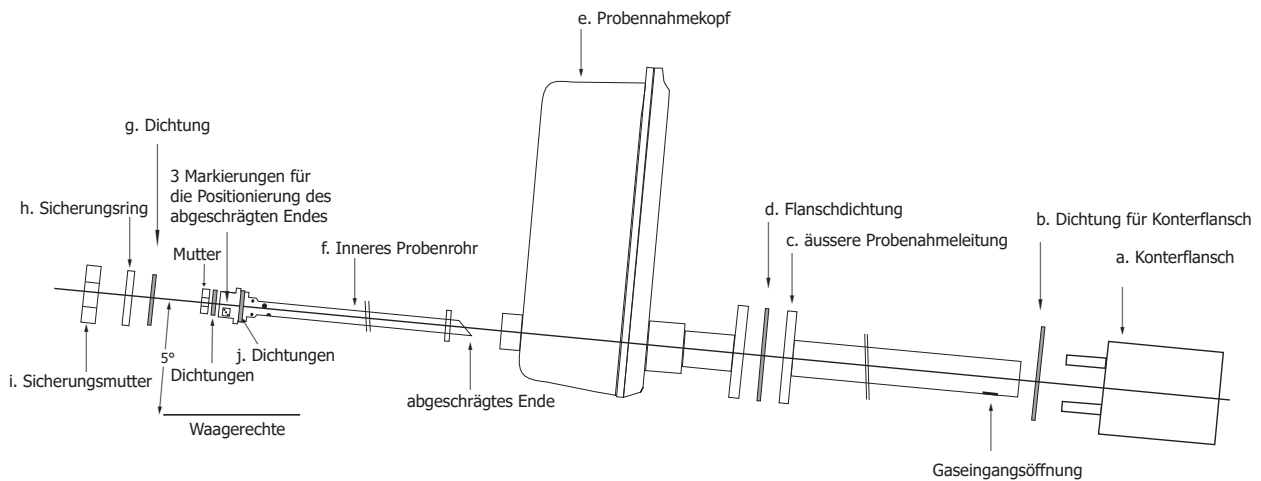
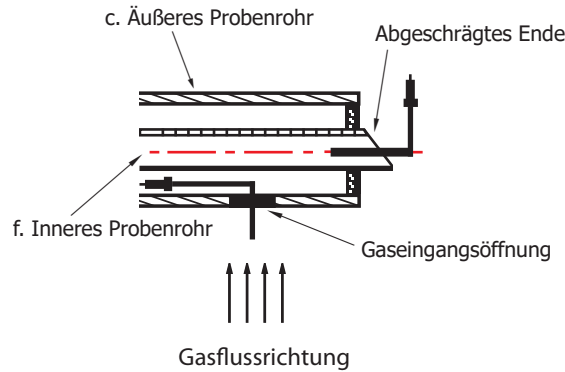

Abb. 8 Position der Sonde
Abb. 12 Inneren Probenrohrs Orientierung
2. Montieren Sie die äussere Probenahmeleitung (c) mit der Flanschdichtung wie in *Abb. 8* gezeigt. Die Gaseingangsöffnung muß gegen den Gasfluss ausgerichtet sein.
- Stecken Sie jetzt die innere Probenrohr (f) in den Probenahmekopf (e), siehe *Abb. 8*. Vergewissern Sie sich, das das abgeschrägte Ende des inneren Probenrohrs von der Gaseingangsöffnung des äusseren Probenrohrs (c) wegzeigt, siehe unteres Bild. Um das besser ausrichten zu können befinden sich am anderen Ende des inneren Probenrohrs drei Markierungen, siehe *Abb. 12*.
- Verschrauben Sie jetzt den Sicherungsring (h) mit der Dichtung (g), und der Sicherungsmutter (i) und die innere Dichtung für das innere Probenrohr (j) ordnungsgemäß am hinteren Ende des Probenahmekopfes, siehe *Abb. 8*.